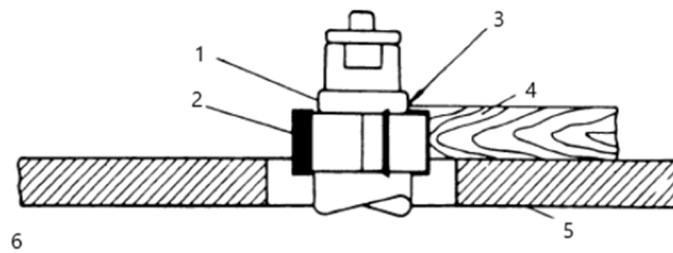
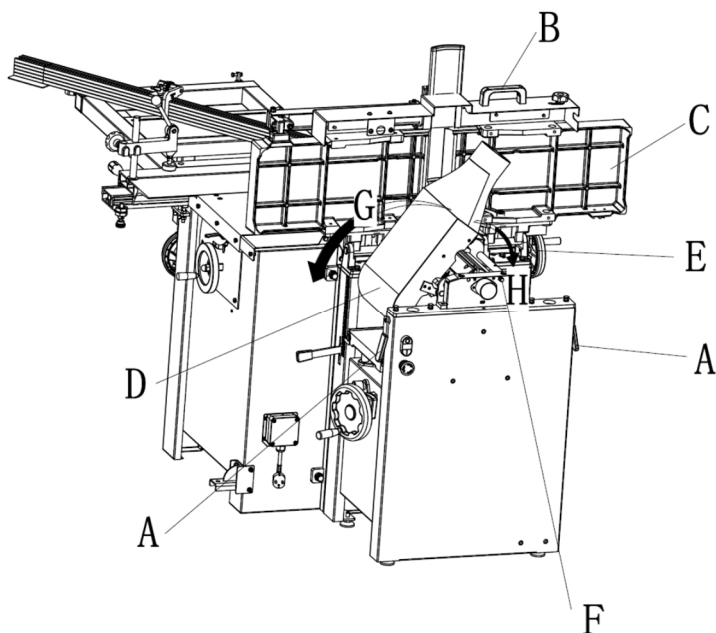

Figura 4
Figura 11
3. O porțiune din marginea lucrării trebuie să rămână neatinsă de tăietor, astfel încât gulerul să aibă o suprafață de sprijin suficientă. Consultați figura 4 pentru un exemplu de suprafață portantă insuficientă.
1. Eliberați ambele încuietori ai mesei dulapului (A) rotind mânerul spre operator, apoi trăgându-le de mașină.
2. Ridicați masa (C, figura 11) folosind mânerul (B).
Când este ridicată, masa trebuie să fie în poziție verticală, așa cum se arată în C, figura 4. Dispozitivul de blocare (E, figura 11) ar trebui să fie cuplat, prevenind masa de la o cădere accidentală înainte.
3. Poziționați jgheabul de praf (D, H, figura 11) la dreapta. Aveți grijă extremă pentru a evita contactul cu cuțitele cu cap de tăiere.
Referindu-ne la figura 11. Pentru a schimba configurația mașinii de la rindea la mașină de rostogolit: